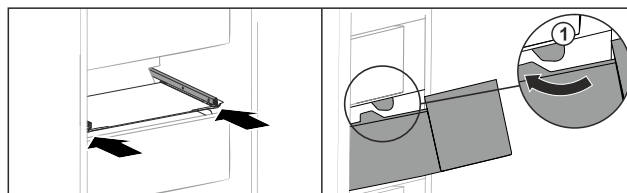

Fig. 221
- Far passare il cassetto intorno ai fermi Fig. 221 (1).